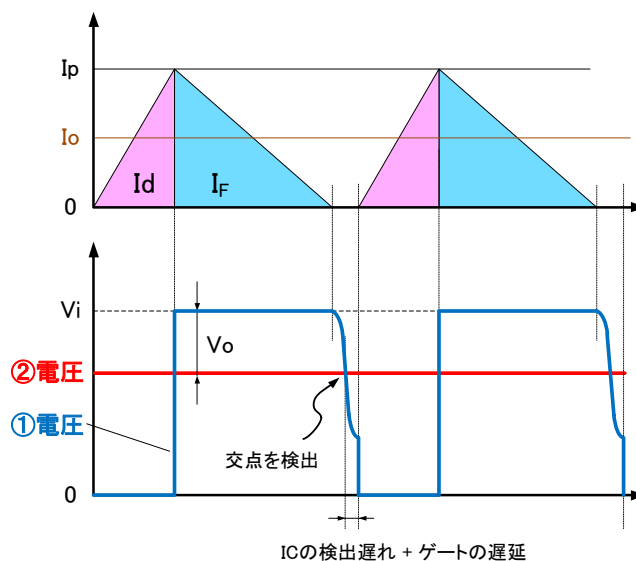

図2 臨界型降圧チョップにおけるMOSFETとダイオードの電流波形およびチョーク両端の電圧波形
MV1012SCは臨界型降圧チョップ方式の制御ICであり、回路構成は図1、MOSFETおよびダイオードに流れる電流波形はそれぞれ図2の I_d, I_F となります。一般的な臨界型降圧チョップ回路は I_F がゼロになってからMOSFETがオンするため、ダイオードのリカバリ電流がほとんどなく、PWM型回路に比べて低損失・低ノイズになります。その一方では、出力電流(LED電流)の変化にともない発振周波数が大きく変化し、調光特性・効率が悪化するのが欠点です。
MV1012SCは、電圧変換された I_d を電流検出端子(CS端子)で検出し、CS基準電圧に達するとMOSFETをオフします(ピーク電流検出)。また、ダイオード電流 I_F がゼロになり S_{vout} 電圧が S_{vin} 電圧を下回ったことを検出(ゼロ電流検出)し、MOSFETをオンさせて臨界制御を行います。チョーク両端の電圧(図2の①と②)を抵抗分圧し S_{vin} 端子・ S_{vout} 端子に入力することで、補助巻線なしで臨界動作を実現できます。さらに、オフ時間変調機能により、調光時の周波数上昇を抑制することができ、深調光時にも安定した効率・調光特性を得ることができます。(P.19 5項【調光特性について】参照)